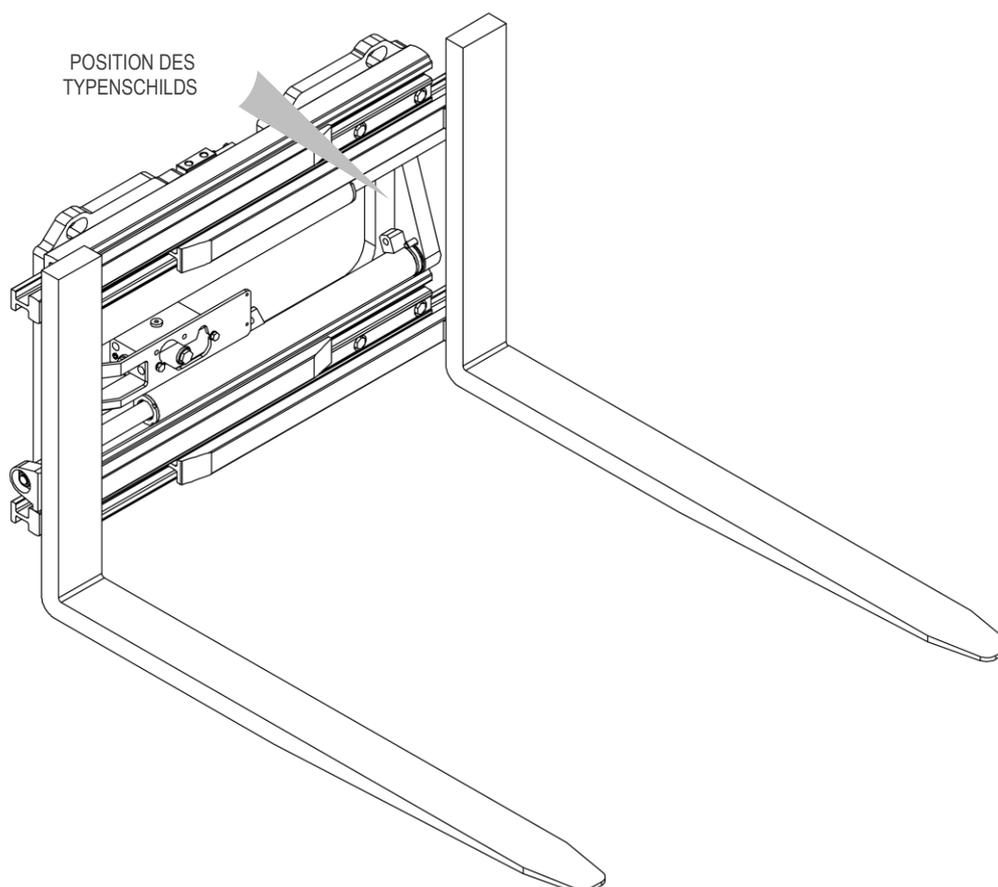

Abbildung 1
Alle Anbaugeräte A.T.I.B. – KLAMMER MIT ANGESCHWEIßTEN GABELN TYP 474.170 | DREHGABELKLAMMER TYP 474.150 sind mittels eines Klebetypenschilds gekennzeichnet (siehe *Tabelle 1*), welches am Gerät angebracht ist (siehe *Abbildung 1*). Bitte beziehen Sie sich immer auf die Seriennummer.
5. Zum Handling verwenden Sie Hebebänder oder Hubketten, die entsprechend dem auf dem Typenschild angegebenen Gewicht des Anbaugeräts dimensioniert sind (siehe *Abbildung 1* und *Tabelle 1* auf Seite 6).
9. Schließen Sie den Hydraulikkreislauf an und stellen Sie sicher, dass der Betriebsdruck der Schläuche größer oder gleich dem auf dem Typenschild angegebenen Wert ist (siehe *Abbildung 1* und *Tabelle 1* auf Seite 6).
6. Zum Handling verwenden Sie Hebebänder oder Hubketten, die entsprechend dem auf dem Typenschild angegebenen Gewicht des Anbaugeräts dimensioniert sind (siehe *Abbildung 1* und *Tabelle 1* auf Seite 6).